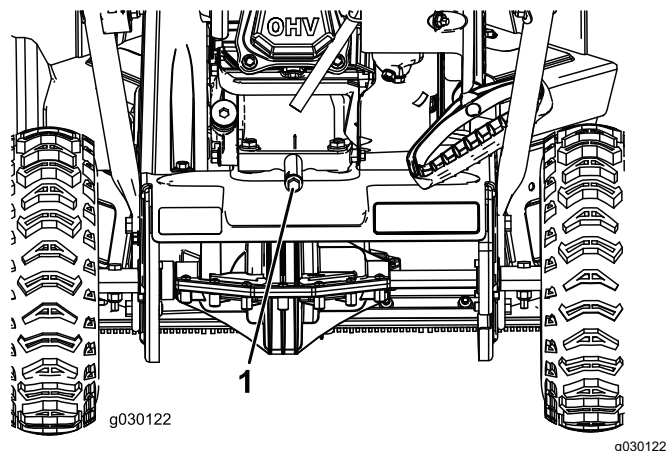

Figure 17
2. Placez un bac de vidange sous le bouchon de vidange et retirez le bouchon; basculez la machine en arrière et vidangez l'huile usagée dans le bac de vidange (Figure 17).